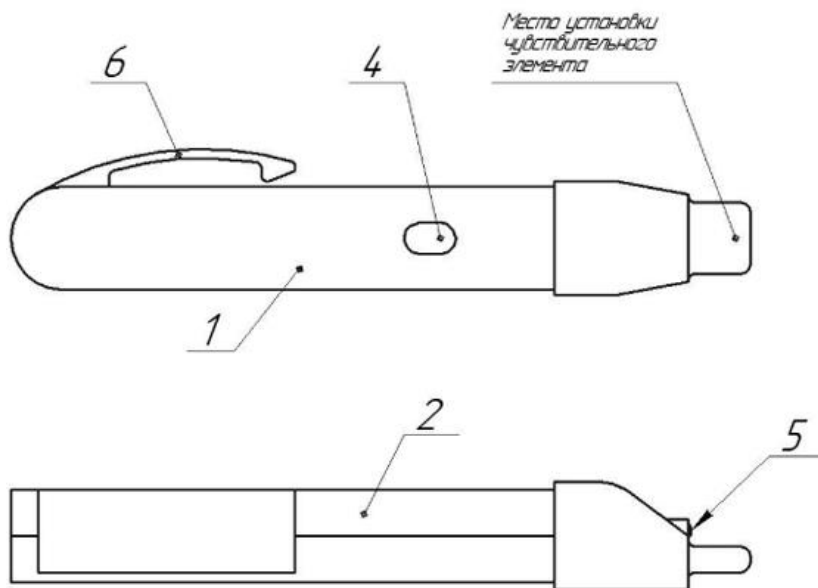

Рисунок 1 — Внешний вид и состав Изделия
Нажмите и удерживайте кнопку (4) (рисунок 1). При этом на корпусе должен загореться светодиодный индикатор.